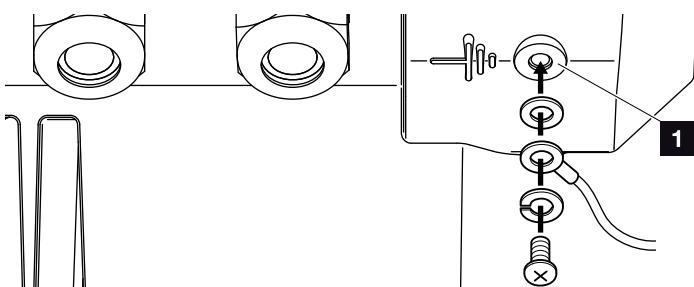

Fig. 24: Landespecifik PE-tilslutning
9. I lande, hvor der er foreskrevet en yderligere PE-tilslutning, tilsluttes denne på det markerede sted på kabinetet med det angivne tilspændingsmoment på 3 Nm (M6). **! ↗ Fig. 24, pos. 1**